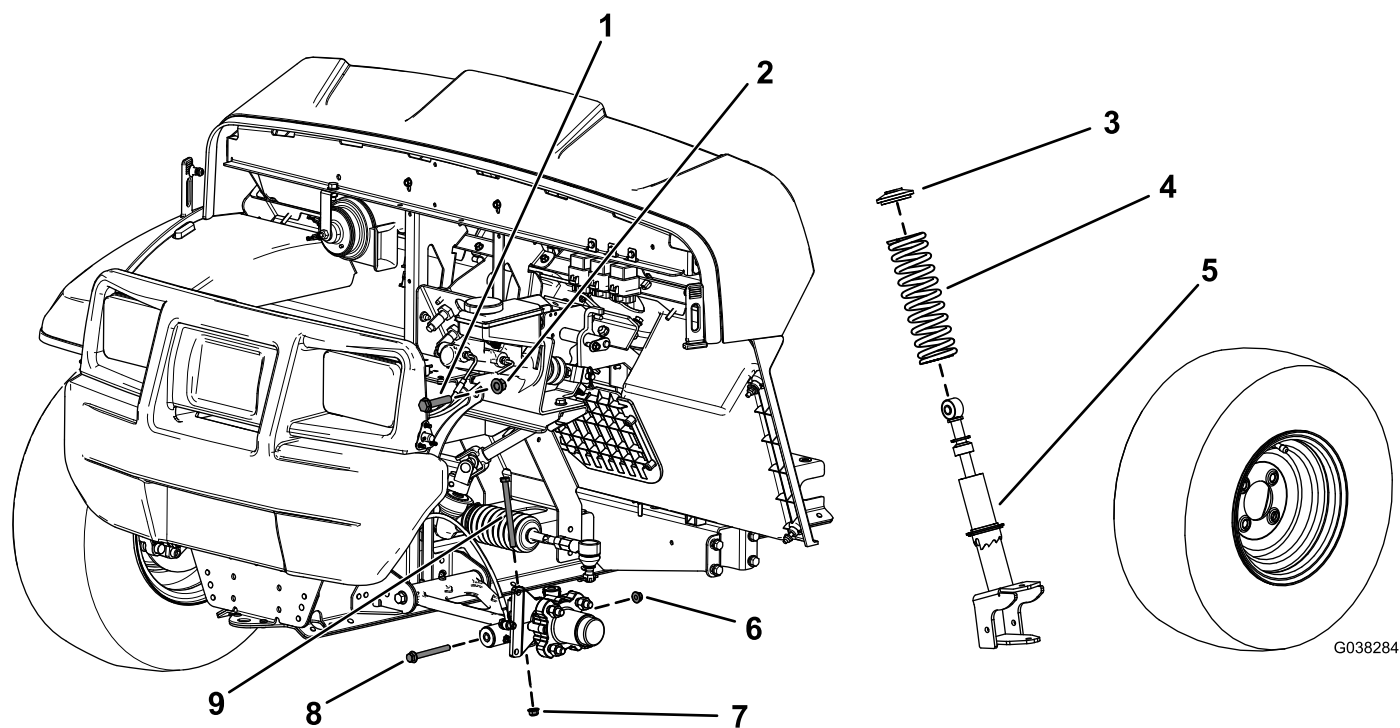

図 101
3. スピンドルから、六角ヘッドボルト3/8 x 4-3/4 インチとフランジナット3/8 インチを外す 図 101。
4. コントロールアームから、六角ヘッドボルト3/8 x 3-1/2 インチとフランジナット3/8 インチを外す 図 101。
5. ストラットアセンブリを上フレームに固定している六角ヘッドボルト1/2 x 2-1/4 インチ とロックナット1/2 インチを取り外す 図 101。
6. ストラットセンブリを外す 図 101。